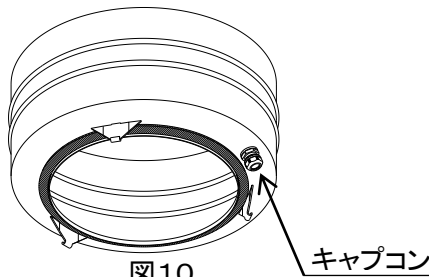
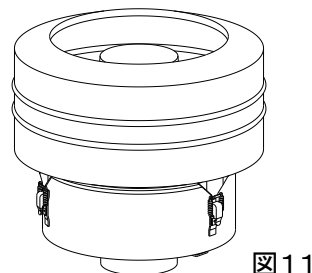

図10
図11
- ②水飛散防止カバーのキャプコンに電線を通して下さい。適合電線径φ11~13(図10)
- ③「電源配線」を参考に端子台に配線して下さい。
- ④水飛散防止カバーをミストキャッチにかぶせて、キャッチクリップで3箇所固定して下さい。(図11)